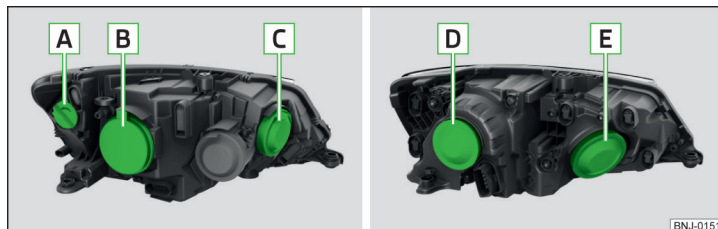

Рис. 205 Галогенові фари / галогенові прожекторні фари
Розташування ламп » Рис. 205
- Зніміть захисну кришку **B** » *Рис. 205 на стор. 176*.
- Встановіть захисну кришку **B** » Рис. 205 на стор. 176.
- Зніміть захисну кришку **C** » Рис. 205 на стор. 176.
- Встановіть захисну кришку **C** » Рис. 205 на стор. 176.
- Зніміть захисну кришку **B** » Рис. 205 на стор. 176.
- Зніміть захисну кришку **D** » **Рис. 205 на стор. 176.**